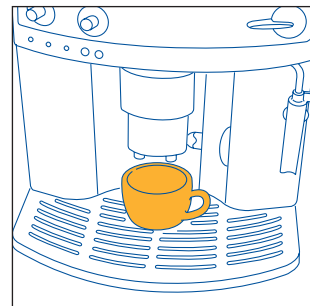
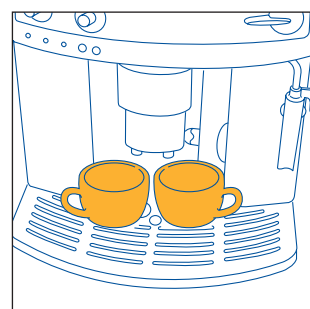
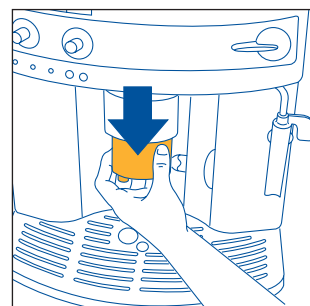

Fig.9
Fig.10
Fig.11
- 4) Sett 1 kopp (fig. 9) eller 2 kopper (fig. 10) under tutene. For å få godt skum på kaffen, la tutene komme så nærme kaffekoppene som mulig, ved å senke kaffeutslippsheten (fig. 11).